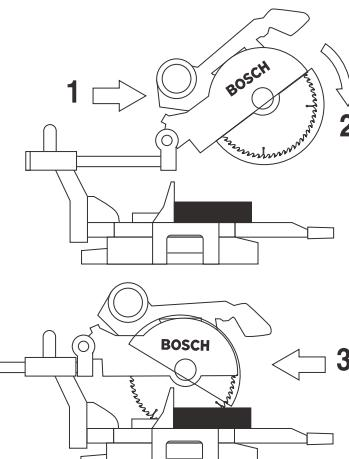

Figure 31. Coupe par glissement
- Saisissez la poignée de l'interrupteur et tirez la tête en sens opposé au guide, jusqu'à ce que la lame dégage l'ouvrage ou jusqu'à son prolongement maximum si la lame ne peut dégager l'ouvrage (Figure 31).